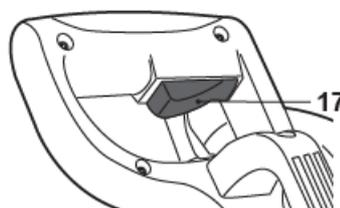

Fig. 9
- > Appuyez sur le bouton marche/arrêt [17] pour allumer l'appareil (Fig. 9).